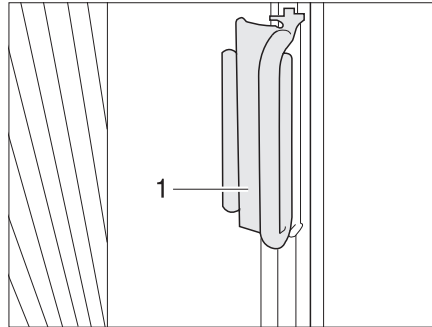

Bild 81 Handtag plisségardin för vindrutan
- Håll i plisségardinernas handtag på båda sidor och dra dem i handtaget (Bild 81,2) försiktigt till mitten av vindrutan tills magnetlåset håller plisségardinen stängd.